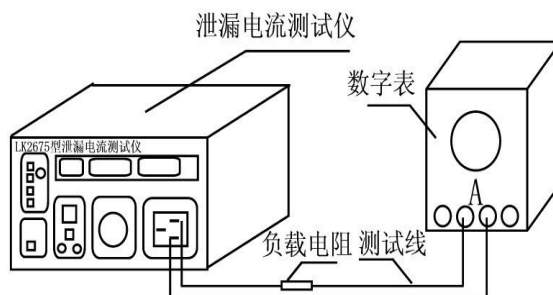

图 6
(1) 按图 6 将数字电流表与泄漏测试仪连接好；
(2) 仪器处在复位模式，电压调节钮逆时针旋到底，漏电流选择开关放在 2mA 档（2mA 为校准漏电流基准挡）；
(3) 按表 1 选择合适的负载电阻；